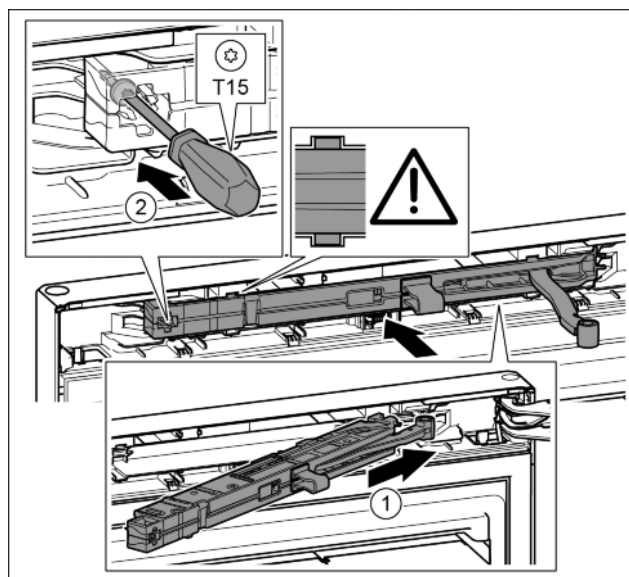

Fig. 22
- ▶ Amortyzator zamykania drzwi po stronie płytki zawiasu wsunąć ukośnie w zagłębienie aż do oporu. Fig. 22 (1)
- ▶ Śrubę przykręcić przy pomocy śrubokręta T15. Fig. 22 (2)